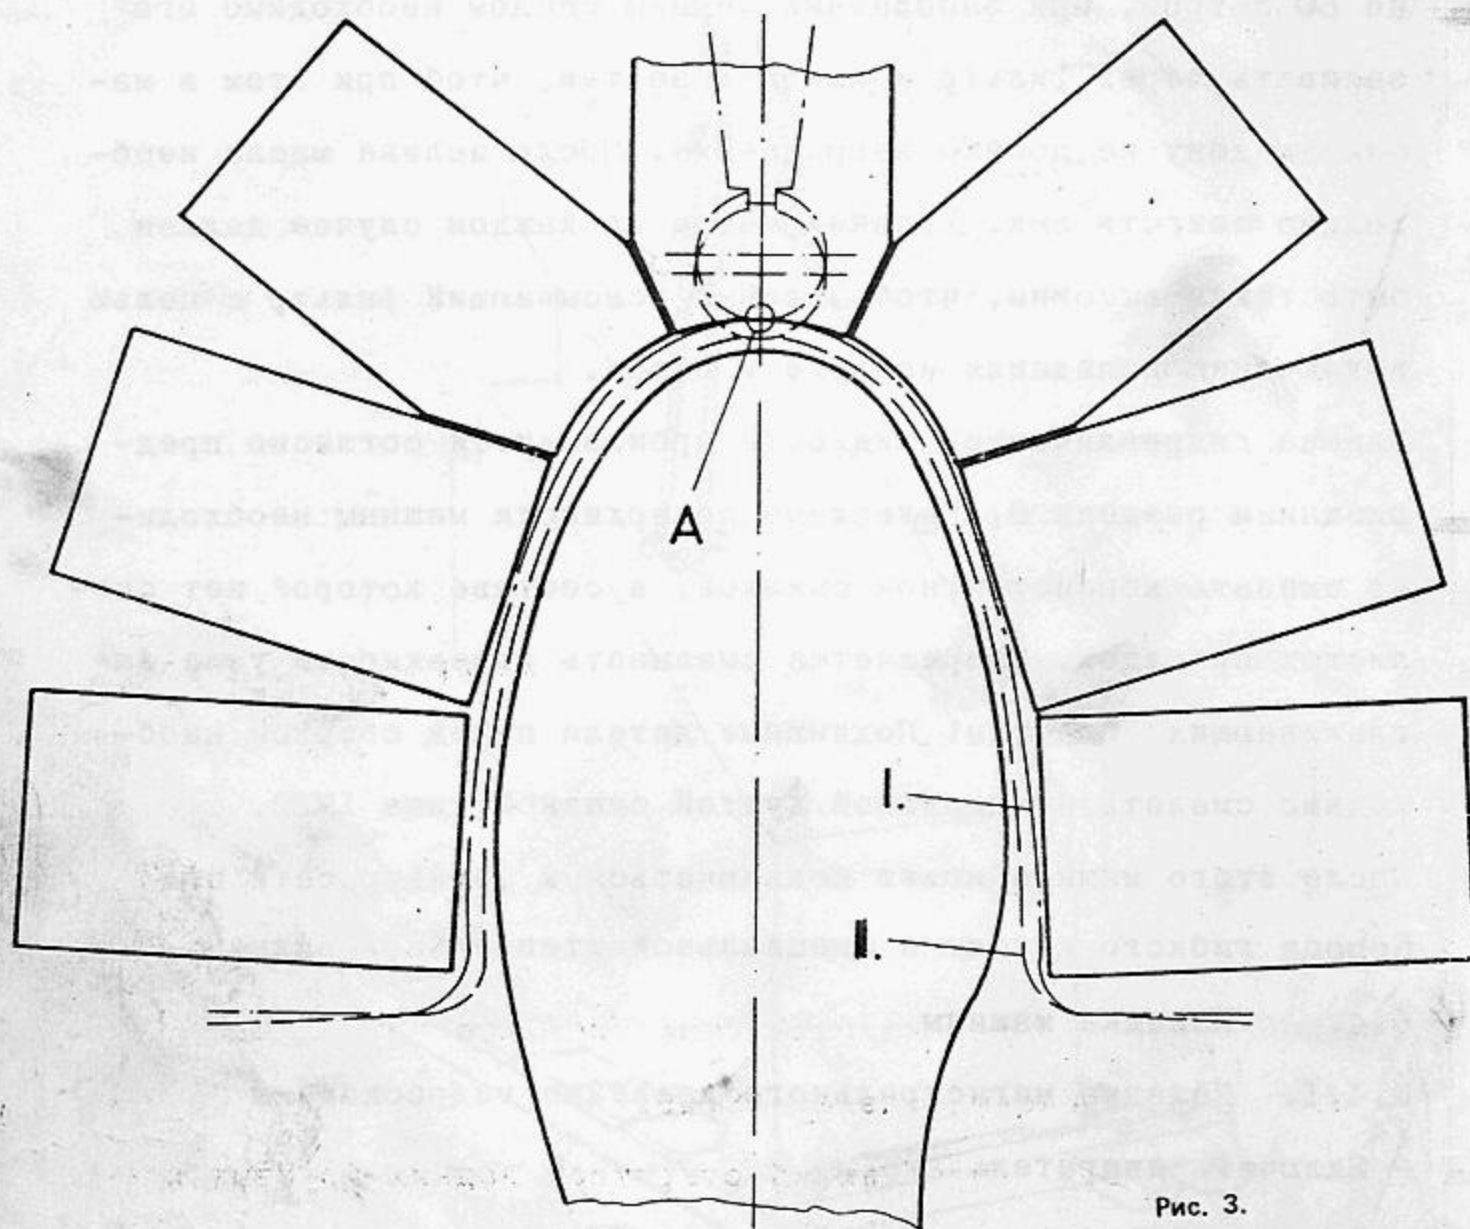

Рис. 3.
6.4.3. Наладка движения пластин /Рис.3./